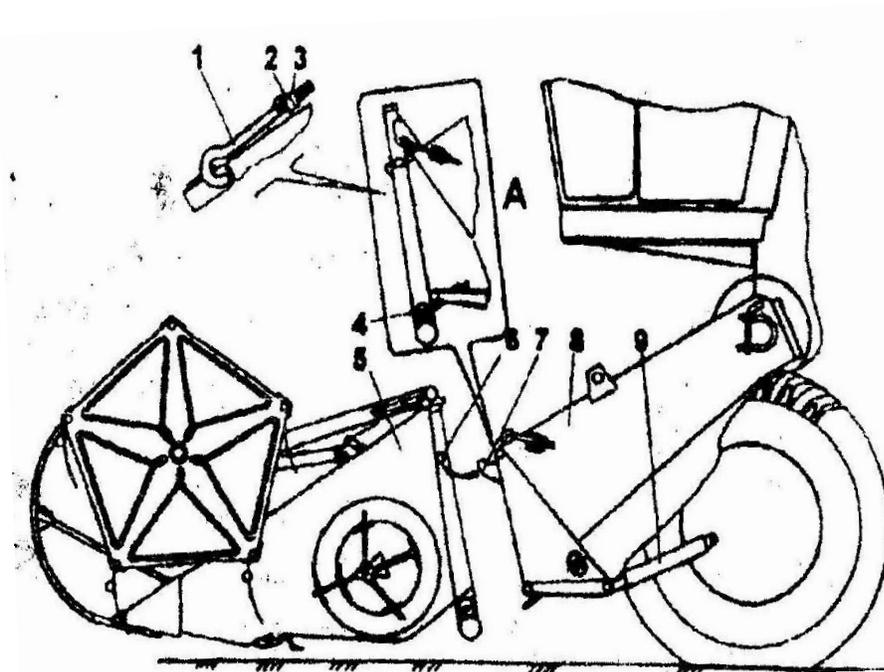

Рис. 15. Стыковка жатки с наклонной камерой:
3) запустите двигатель и, подъезжая к жатке, сделайте так, чтобы захват 7 (рис. 15) попал под трубу 6 жатки, затем приподнимите жатку и стяжными крюками 1 стяните каркас жатки с наклонной камерой, гайки 2 крюков застопорите контргайками 3;